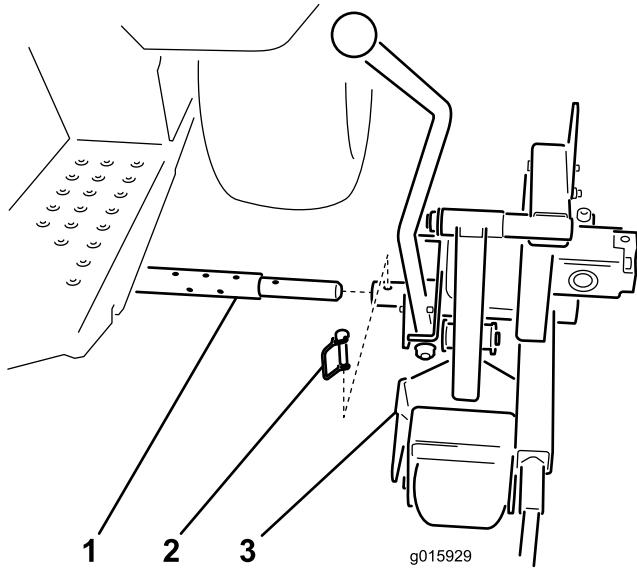

Bild 12
1. Schieben Sie die Drehstange des Schneidkopfs auf das Querrohr (Bild 12).
2. Befestigen Sie den Schneidkopf mit dem Anbauvorrichtungsstift am Querrohr (Bild 12).